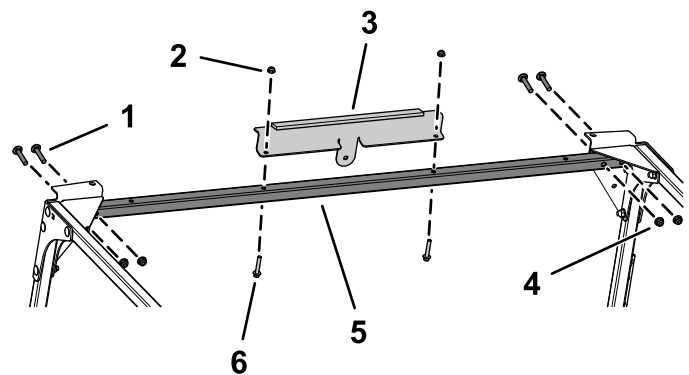

图11
10. 如图11所示, 用 4 个托架螺栓 (5/16 x 11/4 英寸) 和 4 个凸缘螺母 (5/16 英寸) 将前交联松松地安装到前安装板和角撑板上。
11. 如图11所示, 用 2 个六角凸缘螺栓 (1/4 x 11/2 英寸) 和 2 个凸缘螺母 (1/4 英寸), 将前支架安装到前交联上。